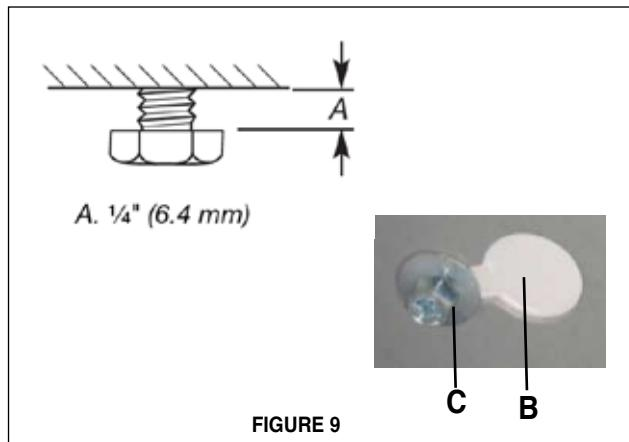

FIGURE 9
6. Déterminer l'emplacement approprié pour le câble d'alimentation, tel qu'il est indiqué sur le gabarit. Utiliser un foret de 1 1/4 po pour faire un trou et y passer le câble d'alimentation. Utiliser de la pâte à calfeutrer pour sceller tout autour du trou. **NE PAS mettre en circuit tant que l'installation n'est pas complétée.** Une pastille enfonçable est prévue en haut de le TREILLIS (**D** de la **FIGURE 9**) pour le câble d'alimentation.
8. Installer dans des trous forés précédemment pilotes dans le plafond des 4 boulons, rondelles et écrous ou des vis à bois dans le sac des pièces en fonction de votre type de plafond (page 4). Laisser les têtes de vis environ 1 / 4 "loin de solives de plafond (**A** dans la figure 9).
12. Positionnez le support de la cheminée pour que le gros bout de la fentes sont plus les boulons de fixation au plafond (**B** dans la figure 9). Puis poussez le support de la cheminée pour que les boulons sont dans le cou des fentes. (**C** dans la figure 9) Serrer les boulons.